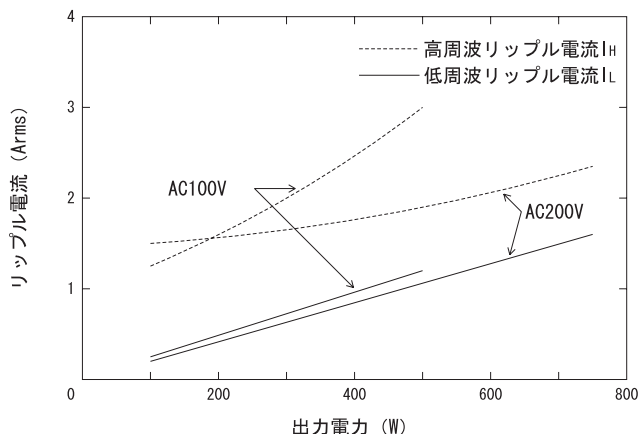

図16.2 出力リップル電流
出力電力よりコンデンサに流れるリップル電流を求めます。図16.2より低周波、高周波の各リップル電流を求めます。式(3)でトータルのリップル電流を計算し、その値以上のリップル電流定格のコンデンサを使用してください。なお、許容リップル電流周波数補正係数(K)は、選定するコンデンサによって異なりますので、カタログで確認してください。
- I_L : 低周波リップル電流 (図16.2参照) [Arms]
- I_H : 高周波リップル電流 (図16.2参照) [Arms]
(4) 電解コンデンサの選定